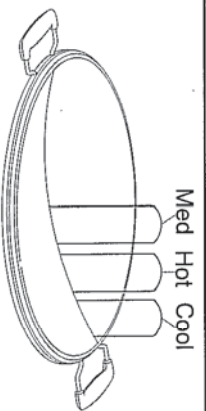

Fig. 5a
- Indien het gat in het Inspuitsstuk (M) verstopt raakt, kan de vlam te zwak worden of er helemaal geen vlam ontstaan. Maak het Inspuitsstuk (Q) niet schoon met een naald of soortgelijk voorwerp, aangezien dit de opening kan beschadigen waardoor het apparaat onveilig wordt.
- Vervanging van het straalpijpje (M): verwijder de borgschroef (Y) uit de zijkant van de Stang (F). Verwijder de klep (N) uit de onderkant van de buis, waardoor het straalpijpje (Q) vrijkomt. Draai het straalpijpje met een passende sleutel los. (Zie Fig.5a)
- Vervang de borgschroef (Y) aan de zijkant van de stang (F) en draai vast. Zorg ervoor dat de klep en de pijp goed vastzitten.